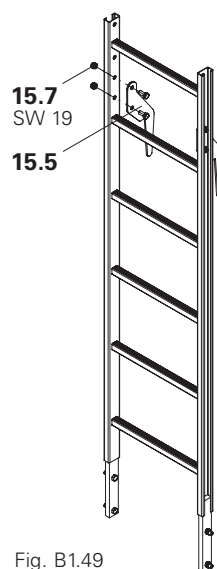

Fig. B1.49
4. Se a escada de baixo for do tipo de gancho (15.5), fixar o gancho com parafusos M12 x 25, SW 19 (15.7). (Fig. B1.49)